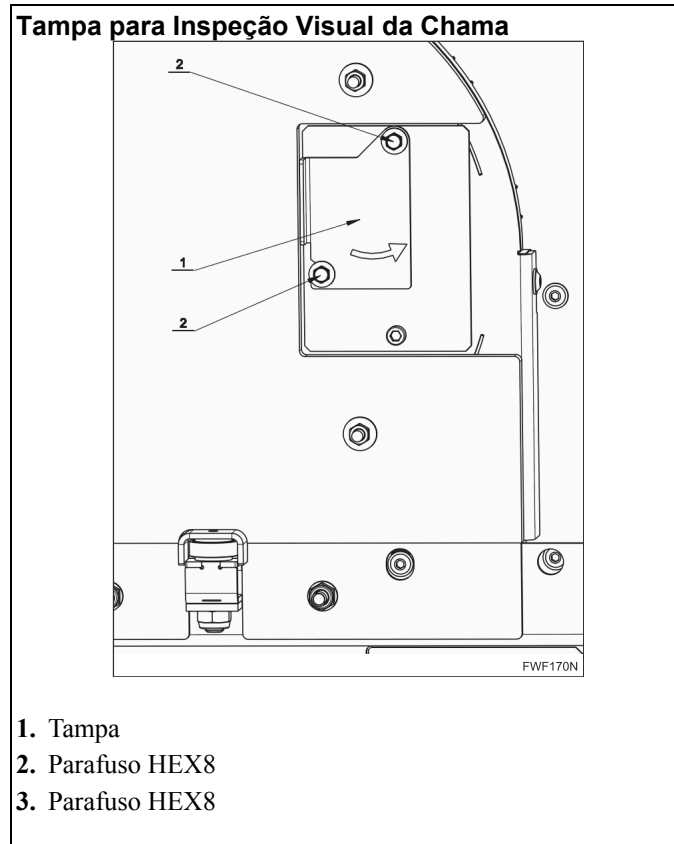
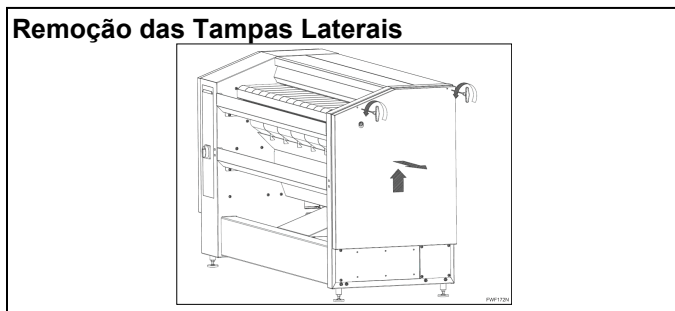

Figura 22
Figura 24
- Na parte frontal direita do aquecedor - (Figura 22) - existe uma tampa para uma curta inspeção visual da chama.
- Após ter desmontado a tampa direita (Figura 24) e depois de ter aliviado os dois parafusos HEX8 (2), a tampa (1), Figura 22, pode ser inclinada.
- Antes de colocar a máquina em funcionamento, remova ambas tampas laterais. Consulte *Figura 24*.